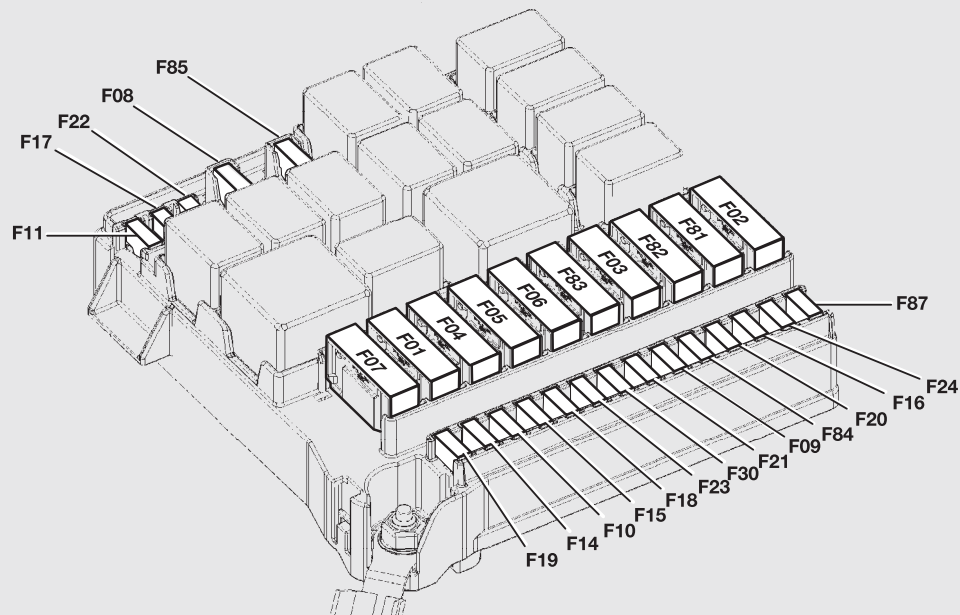

fig. 178
- ❑ risulta in tal modo accessibile la centralina fusibili fig. 178.
DISPOSITIVO PROTETTO - fig. 178